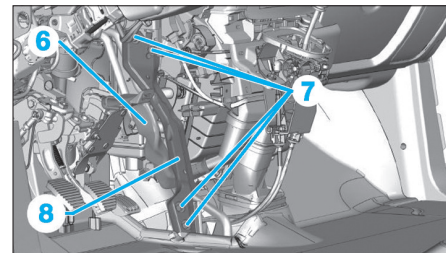

Fig. 19
- le conduit d'air (6) (Fig.19),
- les 4 vis (7),
- le renfort (8),